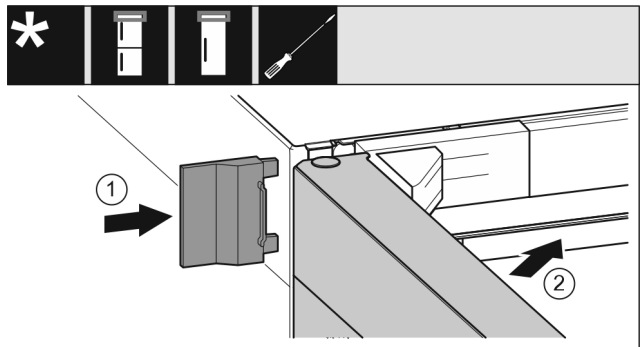

Fig. 64
- Äußere Abdeckung Fig. 64 (1) aufschieben.
- Obere Tür Fig. 64 (2) schließen.